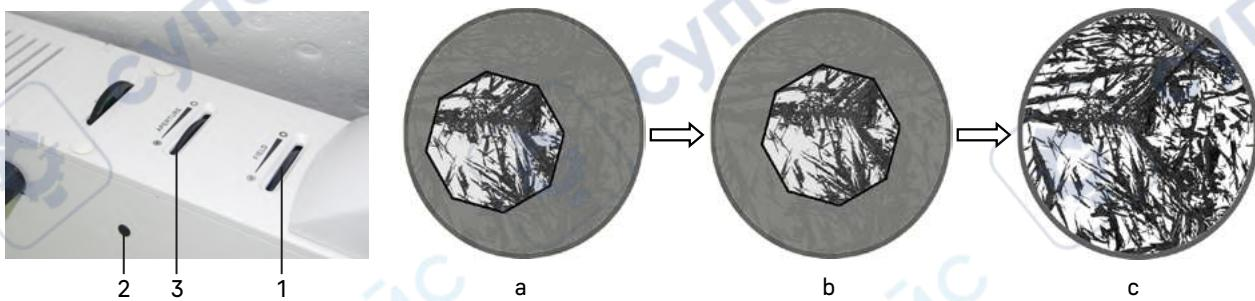

Рис. 11. Настройка освещения по Кёлеру
2. Откройте апертурную диафрагму 3 и закройте полевую диафрагму 1, в поле зрения появится светлое пятно, как показано на рис. 11.